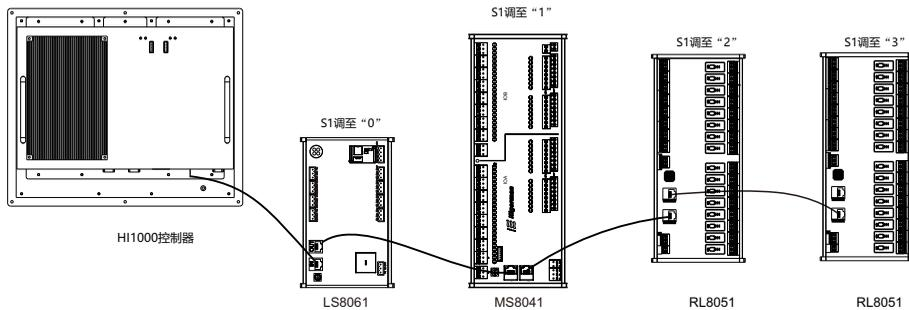

图5-2 HI1000控制器与扩展模块连接示意图
- 1、如果同时使用了RL8051模块和MS8041/MS8042/MS8043、LS8061模块，则与主机连接LS8061模块应在第一个，MS8041/MS8042/MS8043在第二个，RL8051在最后面（图5-2）；